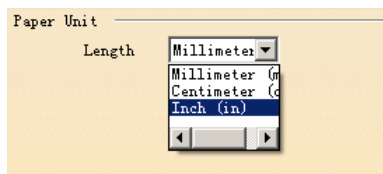

图 6-37
(7) Paper Unit (纸张单元) 选项组 (如图 6-37 所示)